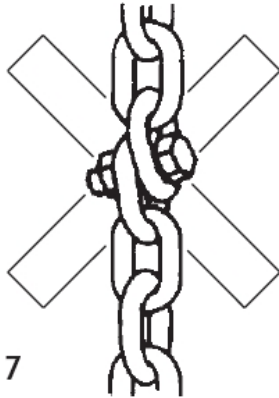

Fig. 7
- Ne pas faire de noeuds avec la chaîne de charge, ne pas la raccourcir au moyen d'écrous, vis, tournevis, ou autre (Fig.7). Ne pas réparer les chaînes de charge installées sur le palan.